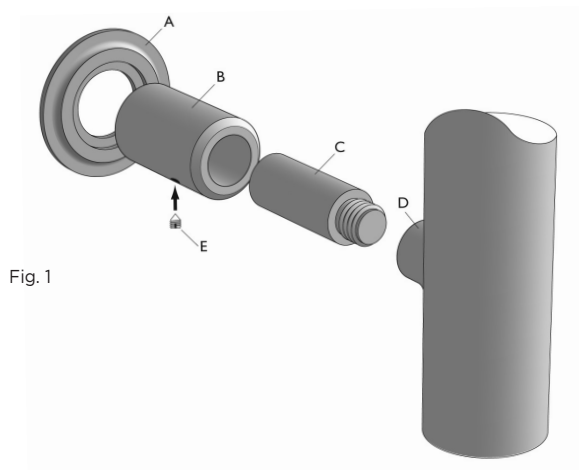

Fig. 1
2. Skru de fire gevindskruer "C" (se fig. 1) ind i gevindbøsning "D", som sidder på radiatoren.